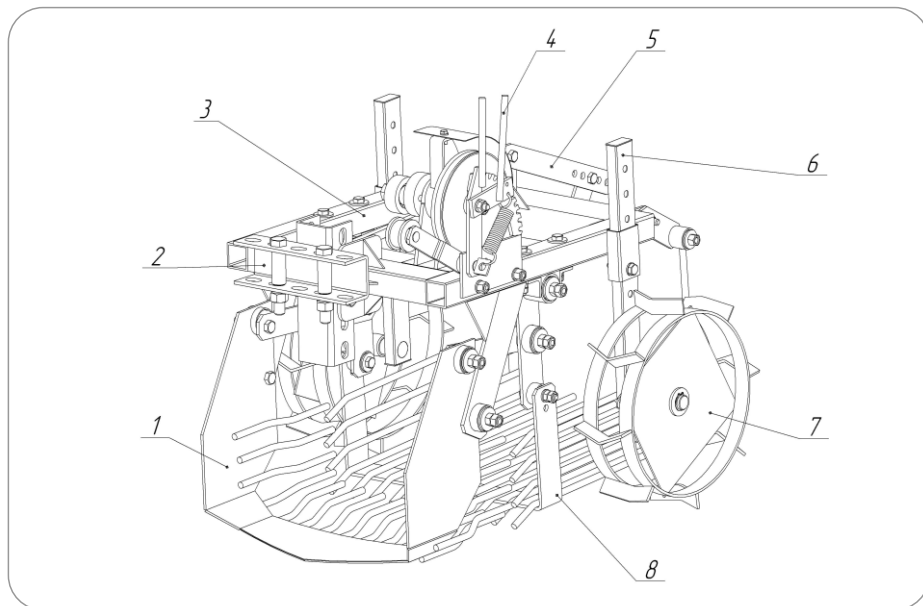

Рис.1 - Картофелевыкапыватель. Общий вид.
- Установите стойки в сборе с колесами 6 (рис.1), зафиксируйте их болтами М10х40.